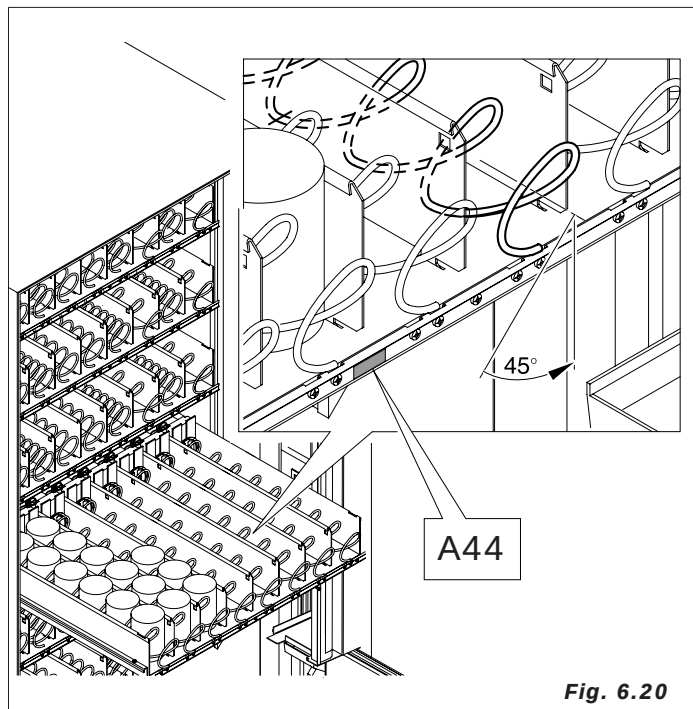

Fig. 6.20
- cada espiral puede ser girado 45° por vez (fig. 6.20) para encontrar la posición ideal para cada tipo de producto. Para la regulación, véase el capítulo correspondiente.